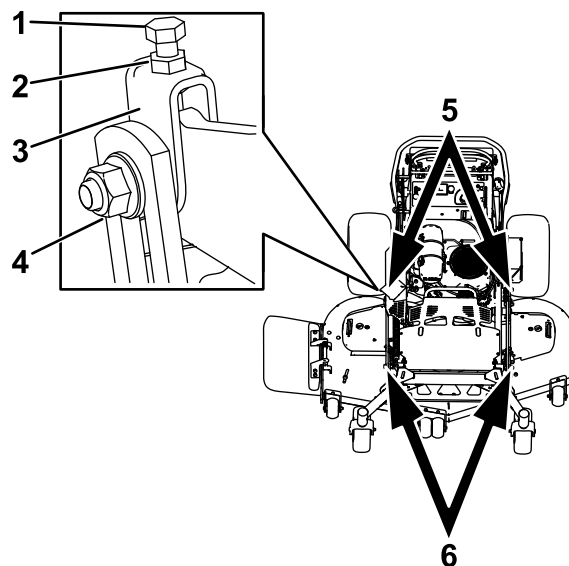

Figura 82
- Afloje la contratuercas y el perno lateral de las horquillas que desea ajustar (Figura 82).
2. Gire el perno superior de las horquillas para ajustar la altura de la carcasa de corte (Figura 82).
5. Si la medida no es correcta, localice las dos horquillas en la máquina (Figura 82).